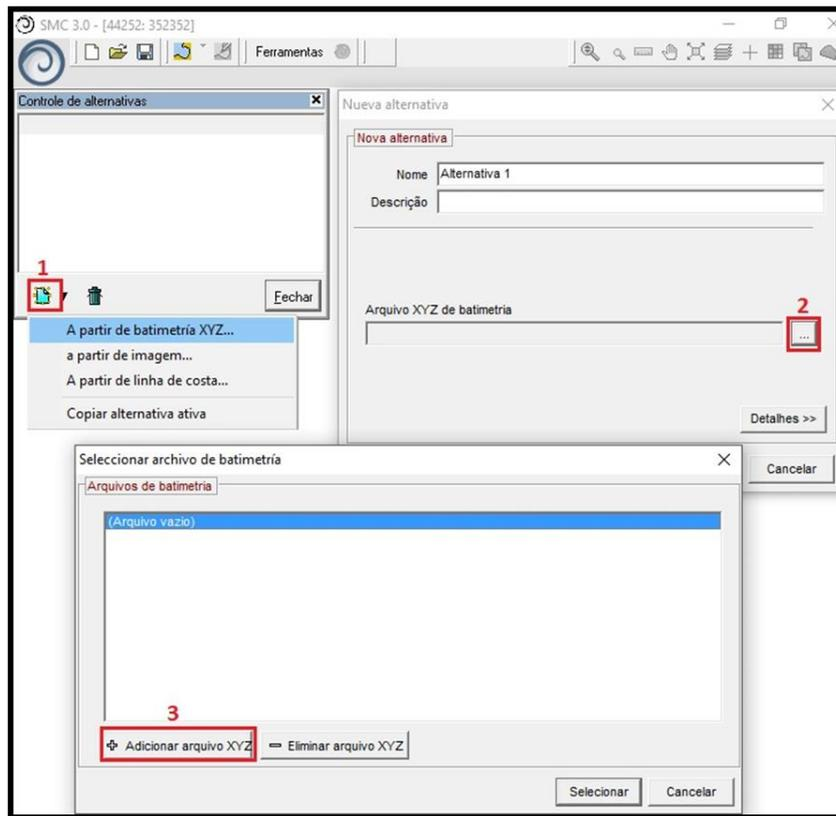
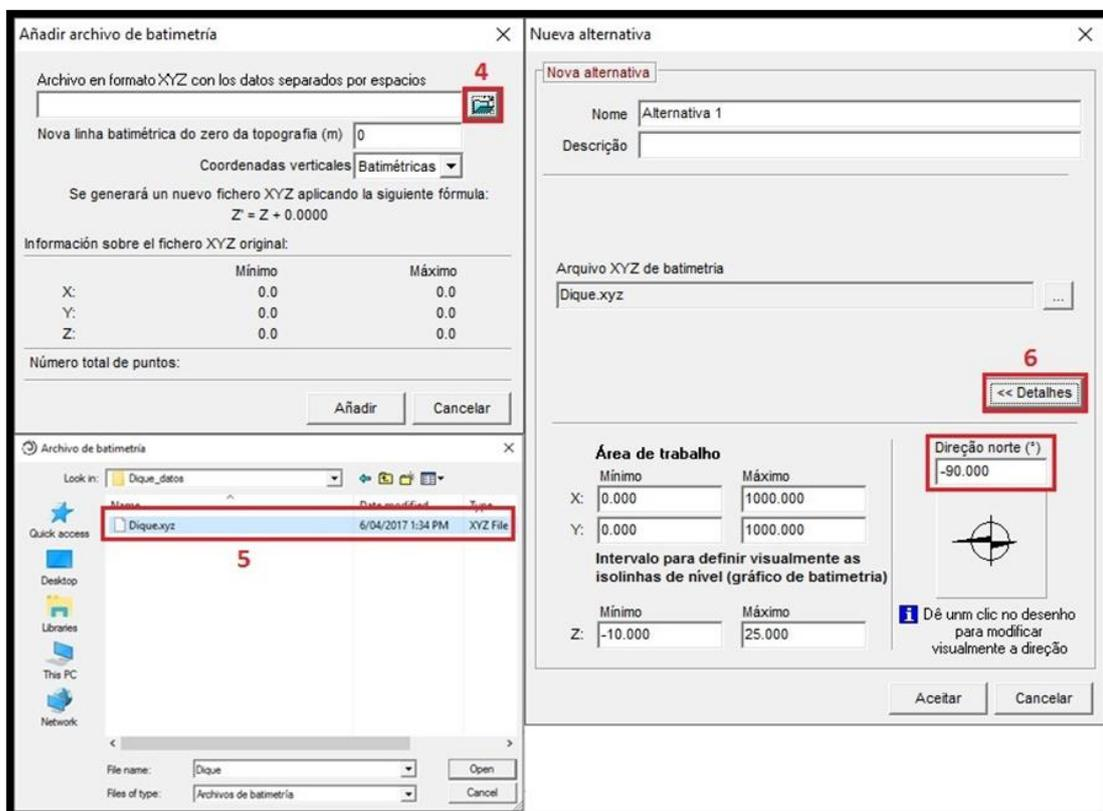

Figura 2a – Passo a passo de como iniciar um projeto a partir de um arquivo de batimetria [.xyz].
Figura 2b – Passo a passo de como iniciar um projeto a partir de um arquivo de batimetria [.xyz].
- 2) Caso a janela “Controle de alternativas” não abra automaticamente, na tela vazia do projeto, clicar no botão () (Controle de Alternativas). Para carregar a batimetria, conforme a Figura 2a, ao pressionar o botão (1), selecione “A partir de batimetria XYZ”, em seguida o botão (2) “Arquivo XYZ de batimetria”, depois o botão (3) “Adicionar arquivo XYZ”. Em sequência pressione o botão (4) para adicionar o arquivo [.xyz] (Figura 2b) e procure no diretório: **C:|...|Dados_Praticas|Dique_datos** pelo arquivo **dique.xyz**. Uma vez selecionado o arquivo (5), clicar em Adicionar (“Añadir”) e depois, com o arquivo **dique.xyz** selecionado, clicar em "Selecionar". Em seguida, no botão (6) “Detalhes” (Figura 2b) definir a direção do Norte como perpendicular à linha de costa (**-90°**). Finalmente, clique em "Aceitar". Por fim, clique no botão “Fechar”, no controle de alternativas. Aparecerá na tela os pontos batimétricos na cor rosa;